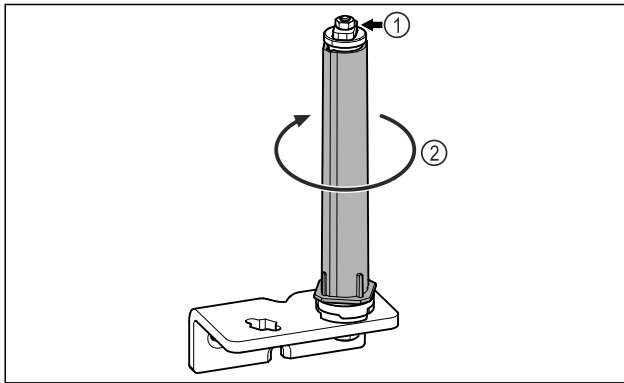

Fig. 29
► Türschließsystem Fig. 29 (1) nicht zerlegen.
- Schließsystem Fig. 29 (2) drehen, bis es klickt.